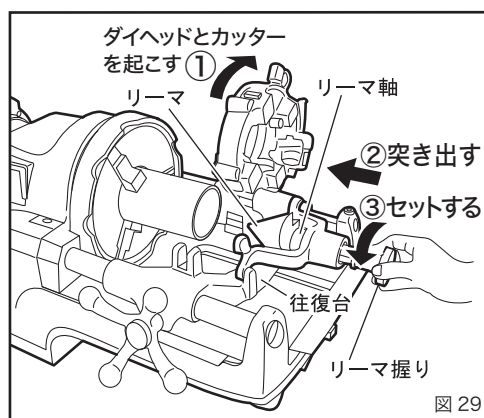

図 29
①使用しないダイヘッドとカッターを起こしてください。(図 29)
②リーマを往復台にセットしてからリーマ握りを押して、リーマを突き出します。(図 29)
③リーマ握りを反時計方向に回してホルダーにセットします。(図 29)